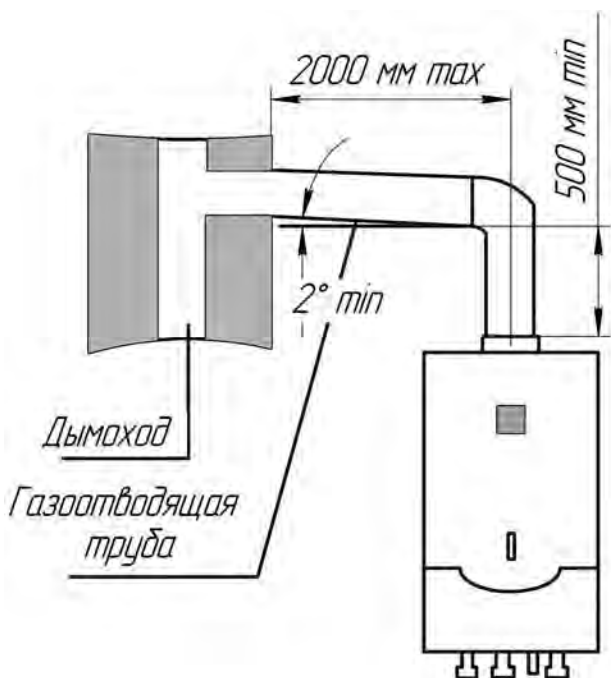

Рис. 2. Подключение аппарата к дымоходу.
11.1 Наиболее распространенная схема подсоединения газоотводящей трубы представлена на рис.2.
12.3 Для аппаратов по рис. 2б и 4 степень зарядки батареек можно контролировать по LCD дисплею.